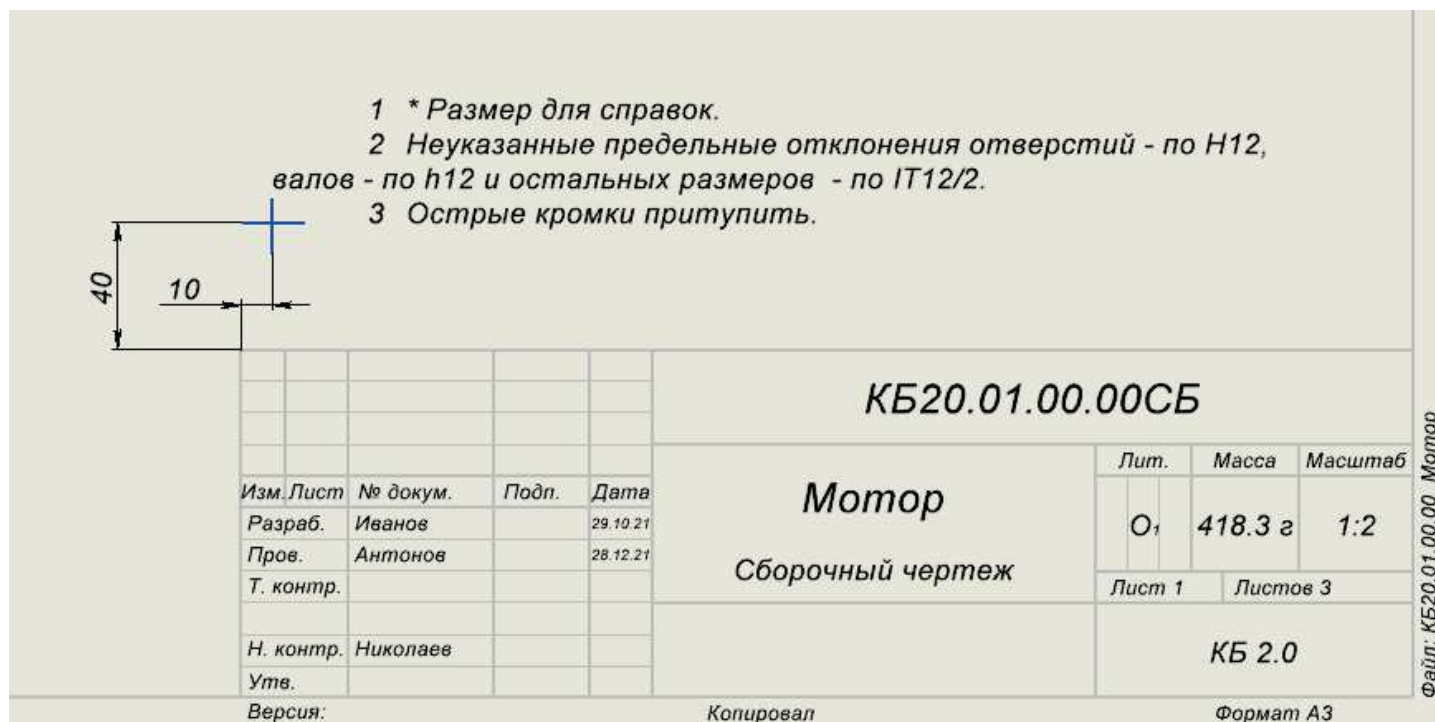

Рис. 58 – Заметка с TT на после чертежа
- **Выровнять** - параметр, управляющий выравниванием ТТ. По умолчанию точка вставки заметки с ТТ (синее перекрестие на рис. 58) расположена со смещением относительно геометрии штампа основной надписи. Если в меню **Настройки SWPlus -> ТТ -> Коррекция точки вставки** указаны значения отличные от значения по умолчанию (0; 0), то после создания заметки она будет помещена в указанное в настройках место.
Кнопка **Создать** позволяет добавить на чертеж заметку с нумерацией на основе выбранных пользователем параметров. Пример заметки с TT показан на рис. 58. Перекрестие показывает положение точки вставки TT по умолчанию.